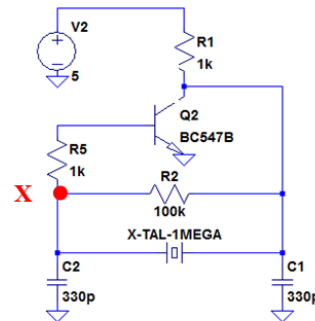

Fig. 1 - Oscilador Pierce
2.4) Implemente o circuito da Fig. 1. 1 e faça a análise transiente em um tempo adequado utilizando o **comando startup** para garantir a oscilação do circuito.